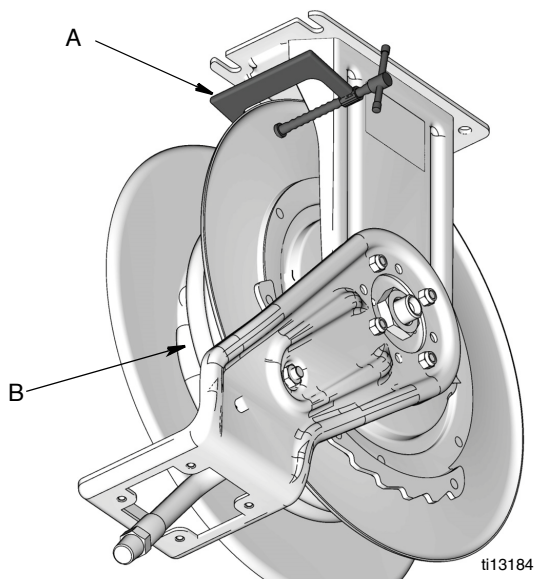

Рис. 19
3. Полностью размотайте шланг (B) и закрепите фиксатор барабана.
4. Прикрепите зажимную скобу (A) к фланцу барабана, чтобы предотвратить его случайную расфиксацию и свободное вращение (Рис. 19).